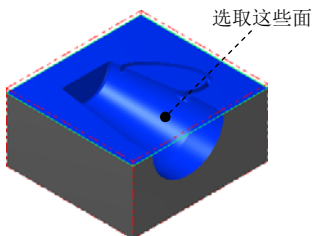

图 21.9 选取加工面
(1) 选取加工面。在图形区中选取图 21.9 所示的所有面（共 22 个面），然后按 Enter 键，系统弹出“刀具路径的曲面选取”对话框。